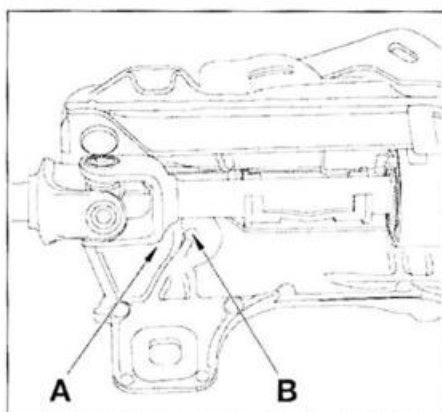

FIG. 8
- después del montaje de la columna de dirección, comprobar que no exista contacto entre la cara "A" y el extremo "B" (fig. 8).